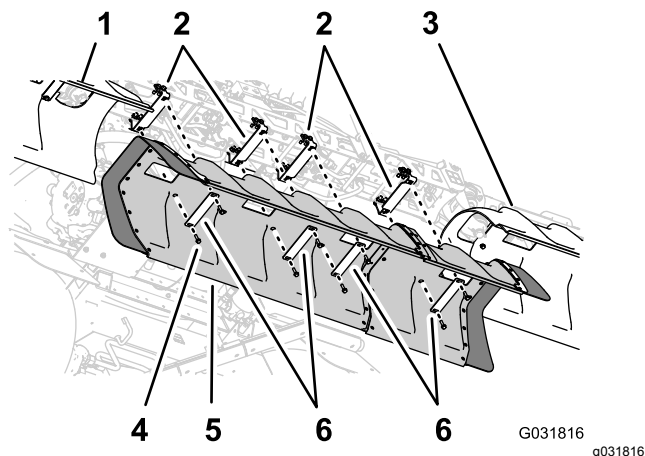

図 237
1. センターブームカバーの穴を、サポートブラケットにある取り付け用の穴に合わせる図 237。
2. ステップ 110 カバー付きブームキットオプションのセンターセクションカバー11ノズルを外す (ページ 22)で取り外した2本のカバーストラップの穴を、ゴム製カバーと補強版1列穴の穴を、カバーエクステンションの穴に合わせる図 237。
4. 2本のカバーストラップToro P/N 120-0629の穴を、カバーにある残り4つの穴とサポートブラケットにある残り4つの穴に合わせる図 237。
5. カバーストラップとカバーを、サポートブラケットに取り付ける図 237フランジヘッドボルト $\frac{5}{16}$ x $1\frac{1}{4}$ "、Toro P/N 323-364本を使用する。